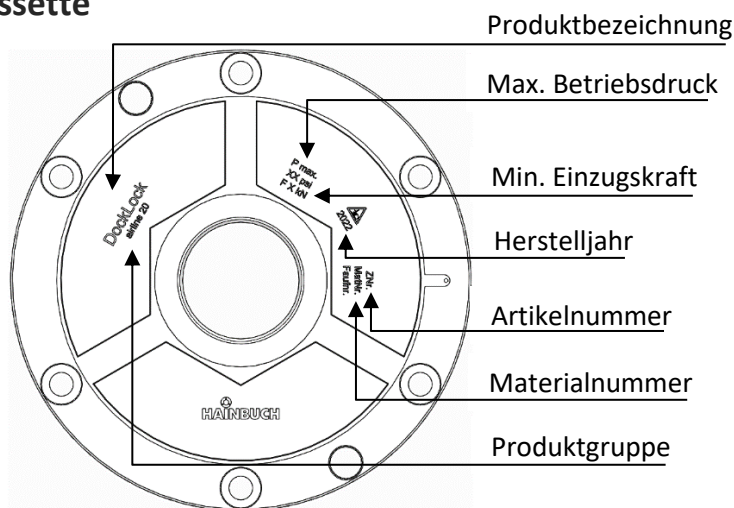

Abbildung 1 – Informationen auf der Kassette
Abbildung 1 zeigt alle auf dem Kassettendeckel befindlichen Informationen, die der eindeutigen Identifizierung und Zuordnung einer Kassette dienen.
**⚠ ACHTUNG:** Der minimale/maximale Betriebsdruck (siehe Abbildung 1) darf nicht unter- bzw. überschritten werden!